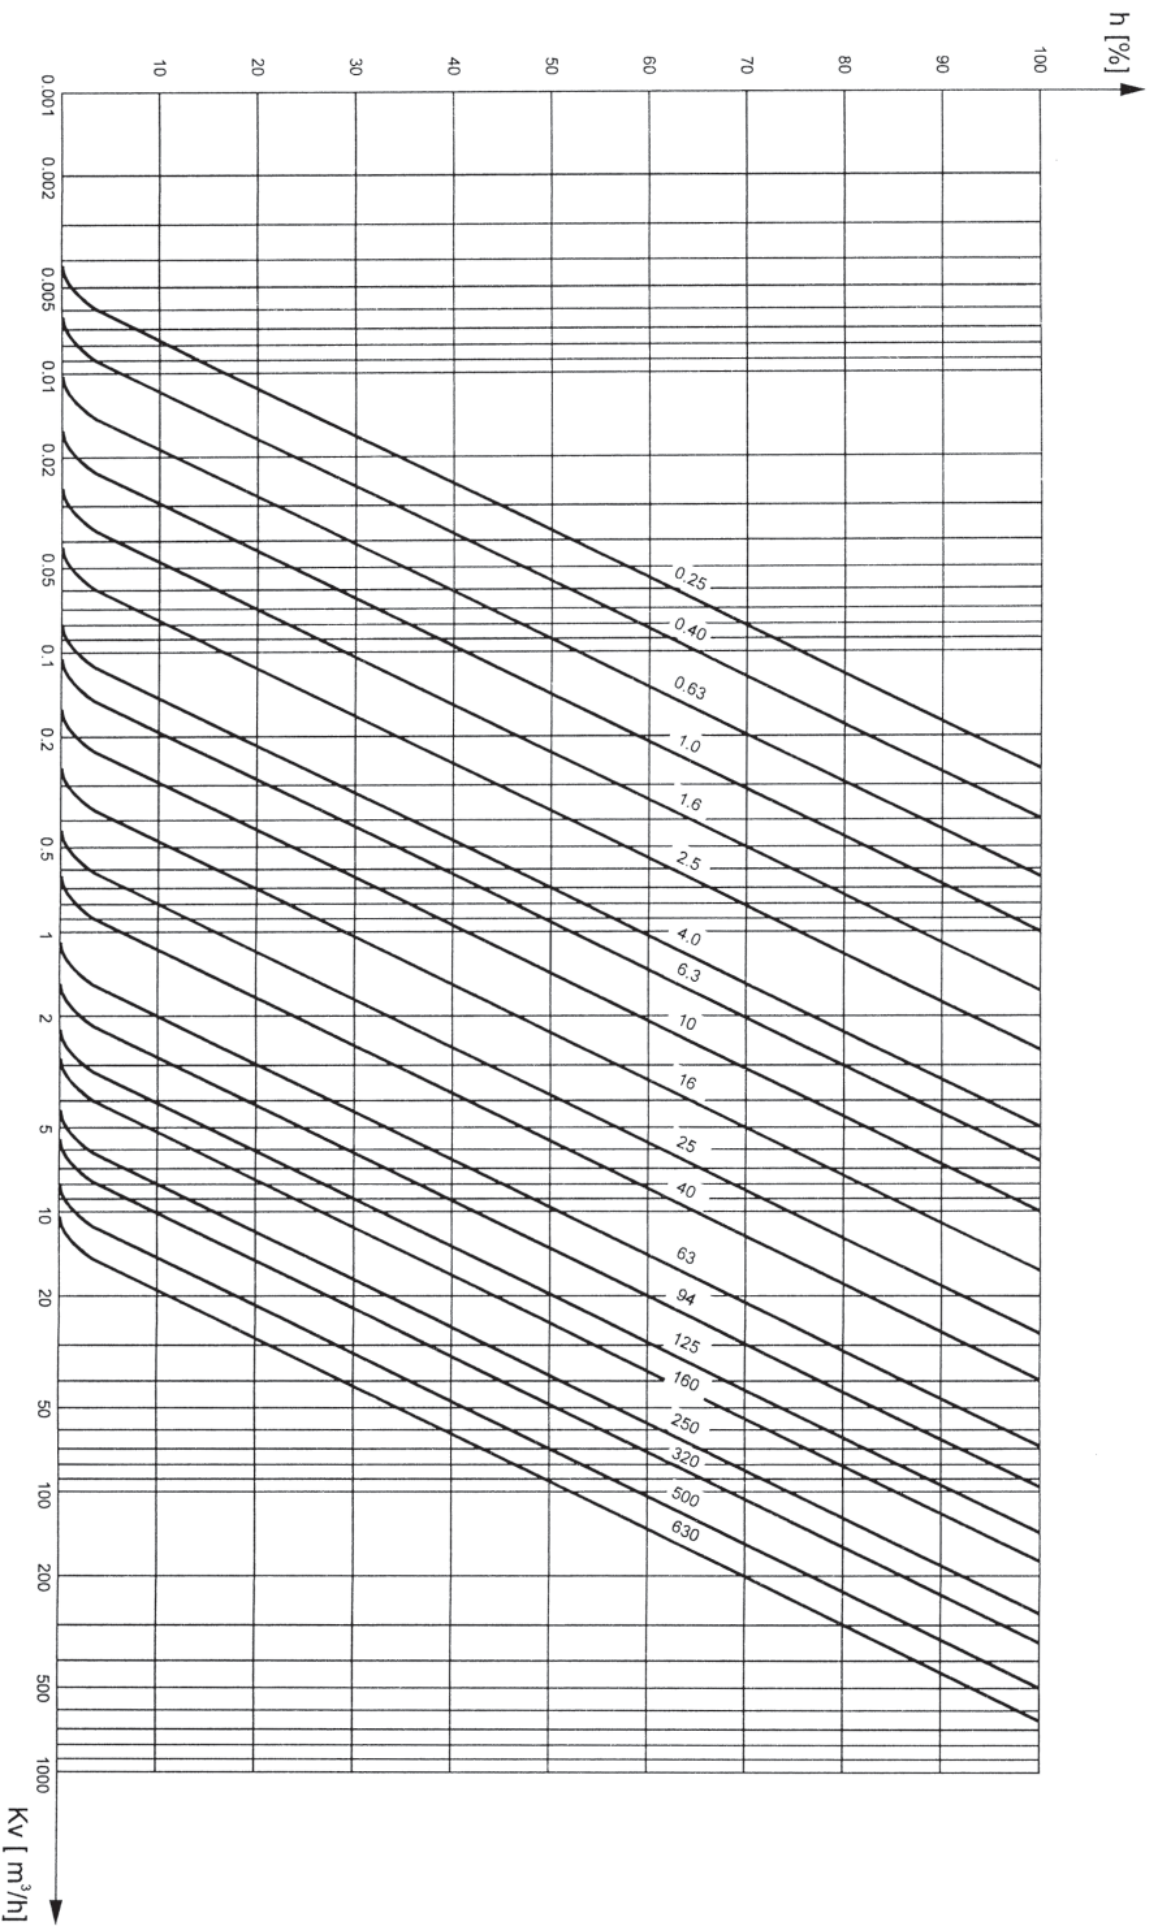

Fig. 4
2. Caracteristica de curgere în proporție egală - conform fig. 4
4. La robinetii cu caracteristică de declanșare rapidă (O) coeficienții, Kvs, sunt mai mari cu 20% decât cei dați în tab. 1 și tab. 2